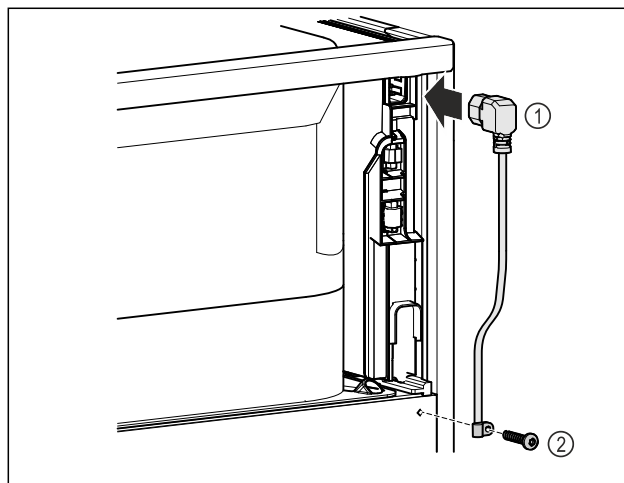

Fig. 8
- ▶ Netsnoer Fig. 8 (1) in de koudapparaatbus aan de achterkant van het apparaat steken.
- ▶ Trekontlasting monteren. Fig. 8 (2)